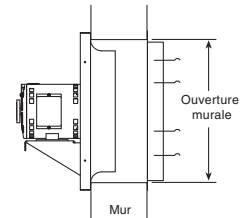
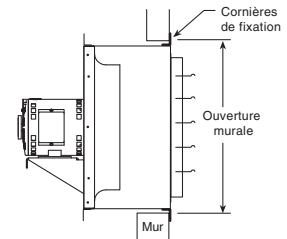
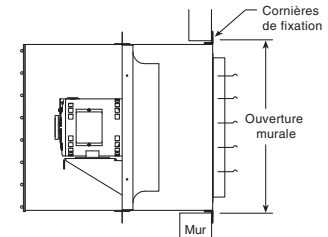
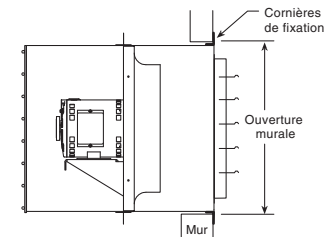

Figure 6 — Pose murale directe
Figure 7 — Pose avec manchon mural
Figure 8 — Pose avec manchon mural et grille
Figure 9 — Pose avec caisson mural
1. Amener le ventilateur à l'emplacement souhaité et déterminer par quelle méthode il doit être posé comme indiqué sur les Figures 6, 7, 8 et 9. Le manchon mural en option (Figure 7), le manchon mural et la grille (Figure 8) ou le caisson mural (Figure 9) constituent des moyens pratiques de pose murale des ventilateurs.